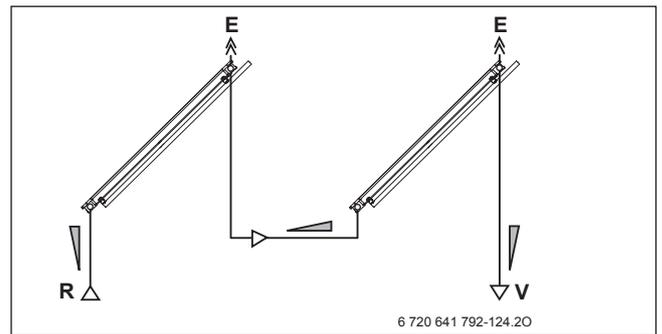

Bild 138 Hydraulikschema mit Entlüfter pro Kollektorreihe am Beispiel Flachdachmontage (Reihenschaltung)
- ▶ Für jede Reihe einen Entlüfter einplanen (→ Bild 138).